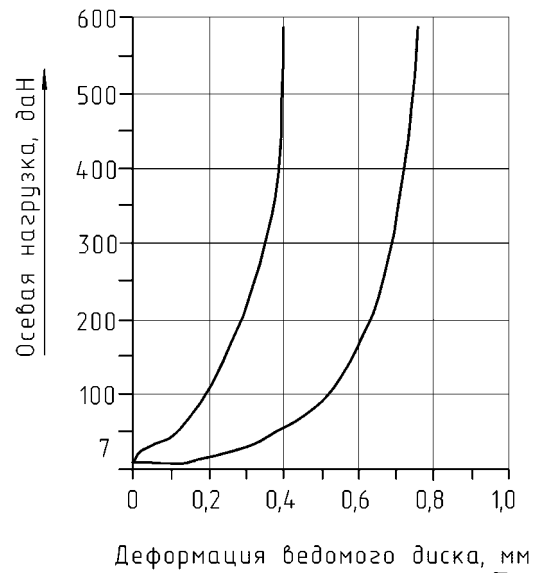

Рис. 81. Ведомый диск сцепления:
**Ведомый диск** (рис. 81) имеет две фрикционные накладки 1, приклепанные независимо одна от другой к пластинчатым пружинам, также снабжен встроенным демпфером холостого хода и двухступенчатым гасителем крутильных колебаний. Демпфер холостого хода снижает стуки и вибрации шестерен коробки передач на холостом ходу. С ростом передаваемого крутящего момента вступает в действие двухступенчатый гаситель крутильных колебаний. Сначала вступают в работу пружины 3 первой ступени демпфирования гасителя крутильных колебаний, далее начинают работать пружины 4 второй ступени.